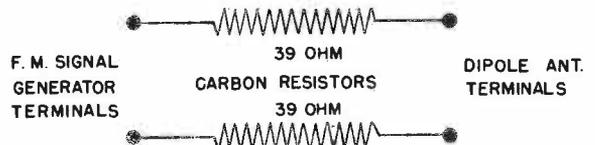

Fig. 2
1. 78 ohm Dummy Antenna (Fig. 2).